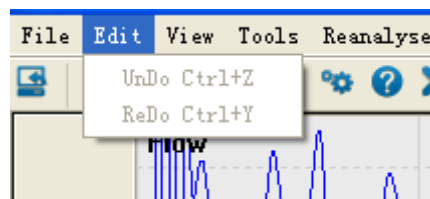

Figura 5-4-2
2. Vi sono due opzioni nel menu "Modifica": "Undo Ctrl+Z" e "Redo Ctrl+Y" (come in Figura 5-4-2).